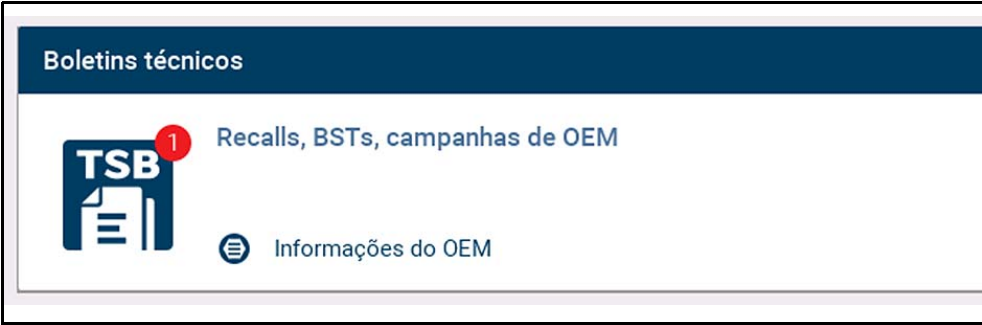

Figura 5-6
O cartão Boletins da assistência técnica (Figura 5-6) fornece um link rápido para informações de Recall, TSB e Campanhas do OEM disponíveis e que estão relacionadas ao código.
- Um ícone vermelho (Figura 5-6) indica que o total de Recalls, TSBs, e Campanhas do OEM foi encontrado. A marca de verificação verde indica que nenhum TSS foi encontrado.